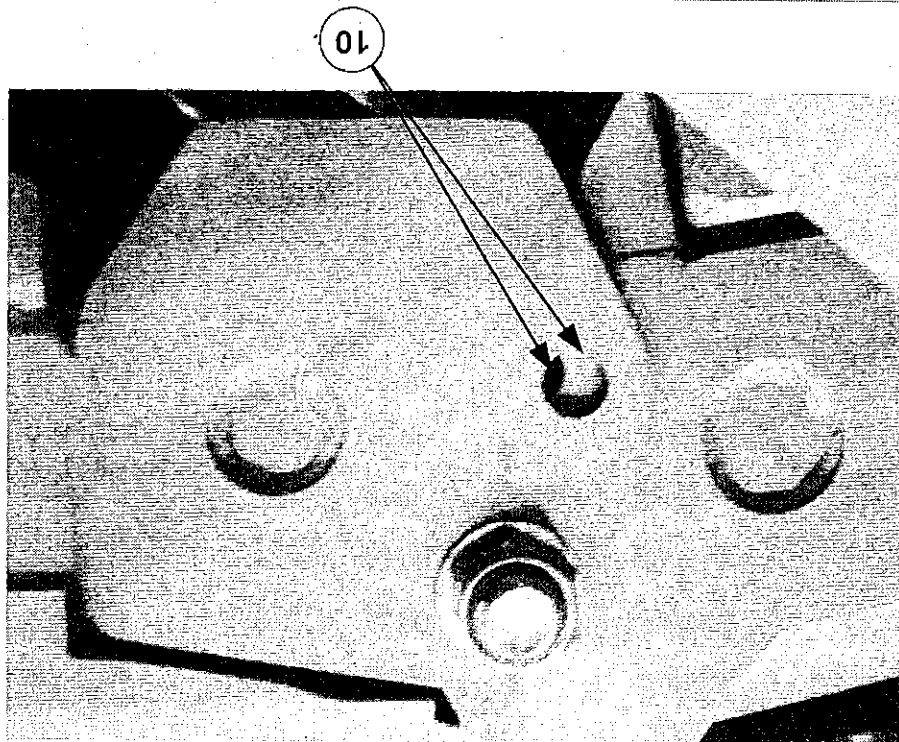

Fig. 5-17
- 15) Bloccare con bulloni M 24 x 100 la cerniera dell'articolazione del nastro facendo coincidere i fori 10 di fig. 5-17.